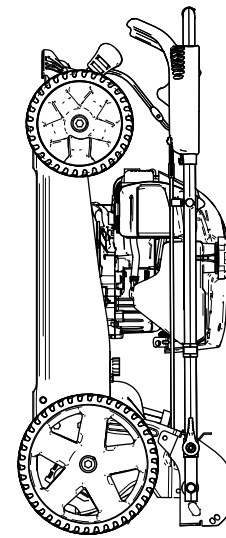

Bild 22
6. Heben Sie die Vorderseite der Maschine am Holm an und stellen sie in den Lagerplatz (Bild 22).